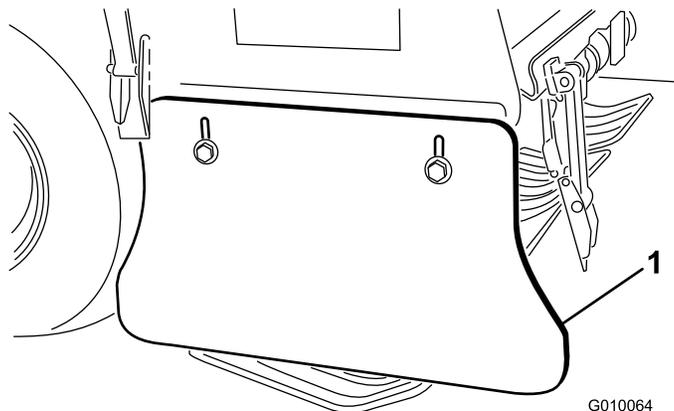

図 63
1. サイド・シールドをフレームに固定しているボルトとナットをゆるめる（図 63）。